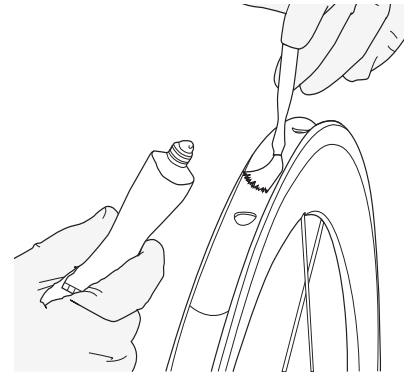

Figura 31. Aplique una capa fina de pegamento en la base de la llanta donde apoya la cubierta.
3. Con el pincel para ácidos, aplique una fina capa de pegamento en la base de la llanta donde apoya la cubierta, de un borde a otro, por toda la llanta (Figura 31).